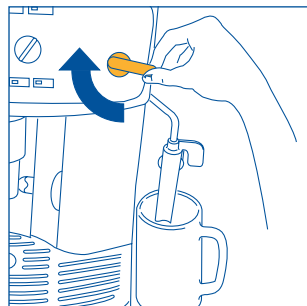
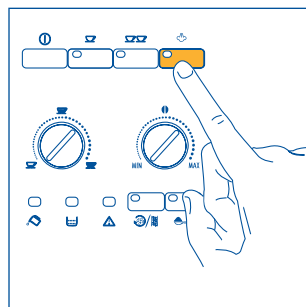
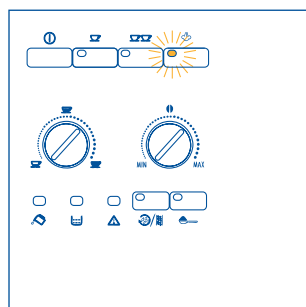

Fig.6
Fig.21
Fig.22
4. Efter nogle sekunder begynder der at løbe lidt vand ud af cappuccinoadapteren. Når koppen er fyldt op med cirka 30cc, drej dampbetjenings knappen en halv gang med uret (fig.6) så langt den kan komme, for at afbryde vandstrømningen.
- Drej dampbetjeningsknappen med uret helt i bund for at afbryde vands-trømningen (fig. 6) og sæt cappuccinoadapteren i dens originale position i midten af maskinen. (Det tilrådes ikke at lade varmt vand løbe ud i mere end 2 minutter).
- Tryk derefter på tasten til damp (fig. 21). Kontrollampen ☹ (fig. 22) begynder at blinke for at vise at maskinen er i forvarmningsfase.
- Når den ønskede temperatur er nået, afbrydes dampudledningen ved at dreje dampbetjeningsknappen med uret helt i bund (fig. 6) og tryk på tasten til dampen ☹ (fig. 21) for at deaktivere dampfunktionen.